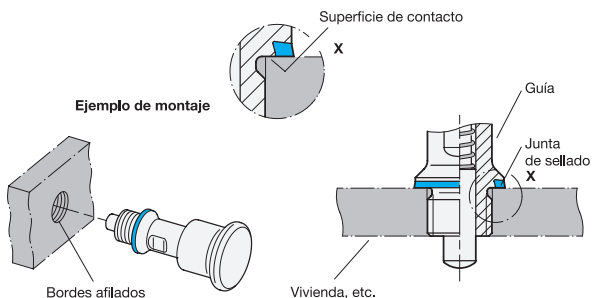

Imagen 2
- El orificio de alojamiento debe haberse dispuesto de tal modo que la punta metálica dentro de la junta de sellado se apoye si es posible completamente en la base y permita una sujeción en bloque (tope metálico) (tolerancia de $+0,05/+0,2$). La junta de sellado debe apoyar por completo en la base (imagen 2).